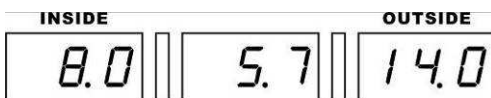

Fig 10
- Em seguida o painel da tela exibirá o parâmetro (valor padrão) do objeto a ser balanceado (Fig 10).